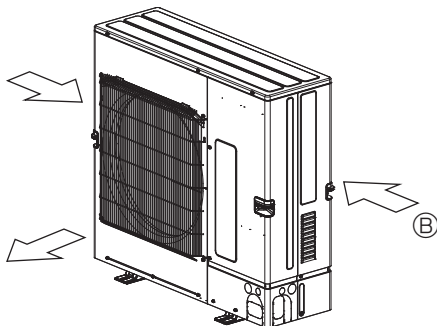

Fig. 2-6
- ③ Εγκαταστήστε τη μονάδα με τρόπο ώστε ο άνεμος που βγαίνει από το στόμιο εξαγωγής να φυσά κάθετα σε σχέση με την κατεύθυνση του ανέμου, εάν αυτό είναι δυνατό. (Fig. 2-6)